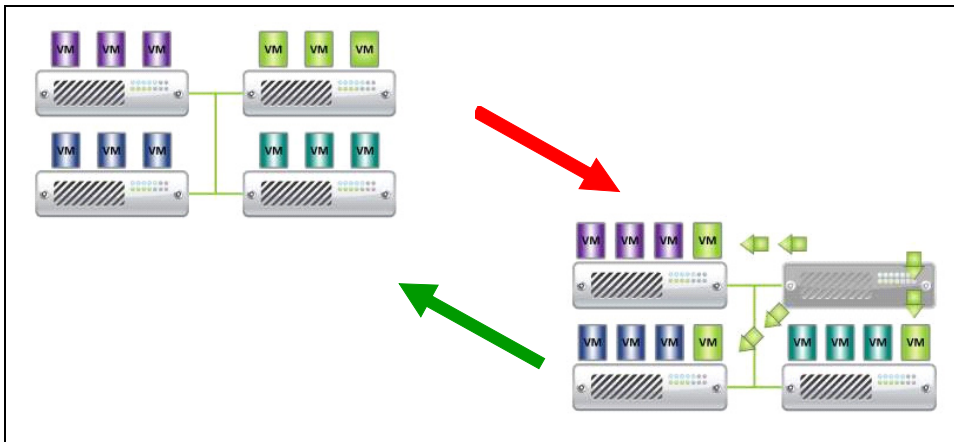

Figura 99. Modalità HA con Dell MUMC
- Dell MUMC continuerà a spostare la VM da un server agli altri, se tutti i server sono alimentati da diversi UPS con sorgente di alimentazione diversa (vedere Figura 99).